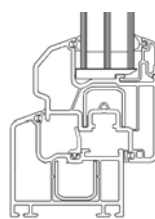

Bild 1
- Hat der Blendrahmen eine Mitteldichtung - Bild 1